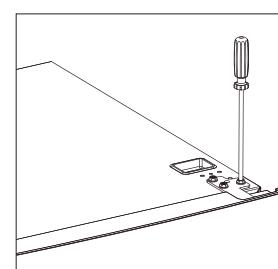

Afb. 3
- ▶ Druk de gemaakte li p op het deurcontact naar beneden, om het deurcontact uit de scharnieraafdekking (1) te kunnen verwijderen (afb. 3).